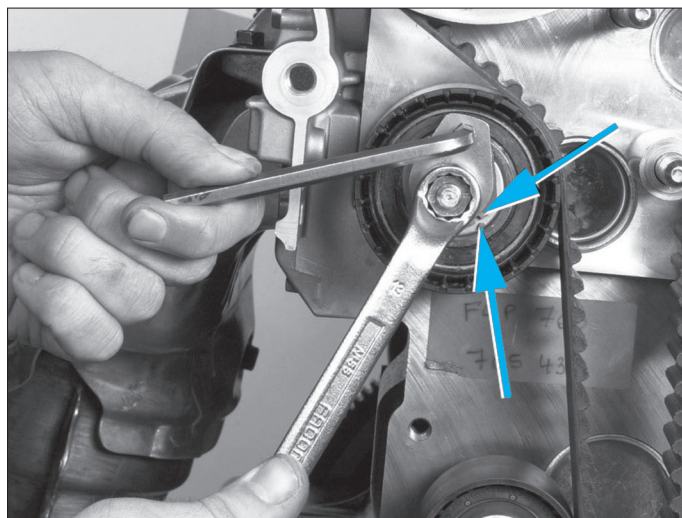

FIG. 21
- Aligner les repères (flèches) du galet tendeur à l'aide d'une clé six pans de 6 mm (fig. 21).
- Retirer la pige de PMH et vérifier l'alignement des repères du galet tendeur (fig. 21), sinon reprendre l'opération de tension puis serrer l'écrou du galet tendeur au couple prescrit.